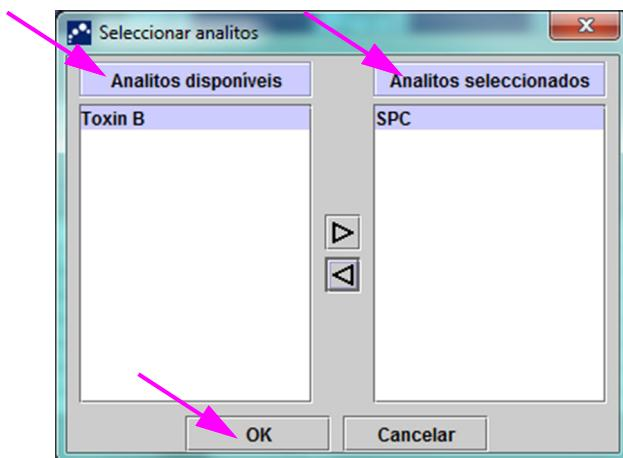

Figura 6-3. Caixa de diálogo **Seleccionar analitos**
- Botão **Seleccionar analitos** – Selecione os analitos. Prima o botão **Seleccionar analitos** para apresentar os analitos aplicáveis a este ensaio. É apresentada a caixa de diálogo **Seleccionar analitos**. Consulte a figura 6-3.